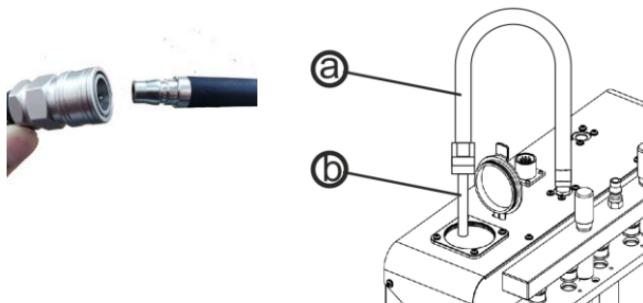

Рис.3.1
- 2) Подсоедините тестовый адаптер (b) к топливному шлангу (a) к и вставьте его в заправочную горловину, Рис.3.1.